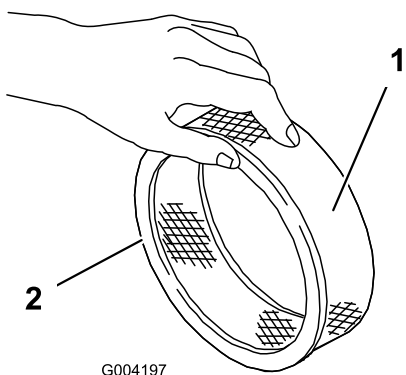

图46
5. 检查纸质过滤器是否存在破裂、油性薄膜和橡胶封条损坏（图46）。
1. 小心将泡沫预滤器滑到纸质过滤器上（图46）。